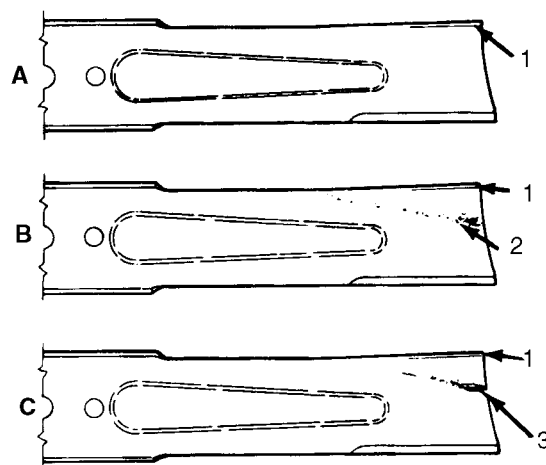

Fig. 17
ISPEZIONE ED AFFILATURA DELLE LAME (Fig. 17 e 18)
4. Controllare attentamente i taglienti della lama, facendo particolare attenzione al punto in cui le sezioni curve della lama si incontrano (Fig. 17-A). Sabbia e materiali abrasivi possono consumare il metallo che congiunge le sezioni piane della lama a quelle curve, controllare quindi la lama prima di usare la macchina. In caso di usura (Fig. 17-B) cambiare la lama; vedere *Rimozione della lama*.
Se si lascia consumare la lama si forma una tacca fra la costola e la sezione piana della lama (Fig. 17-C). Alla fine un pezzo di lama si stacca e viene scagliato da sotto il corpo dell'apparato, compromettendo l'integrità fisica dell'operatore